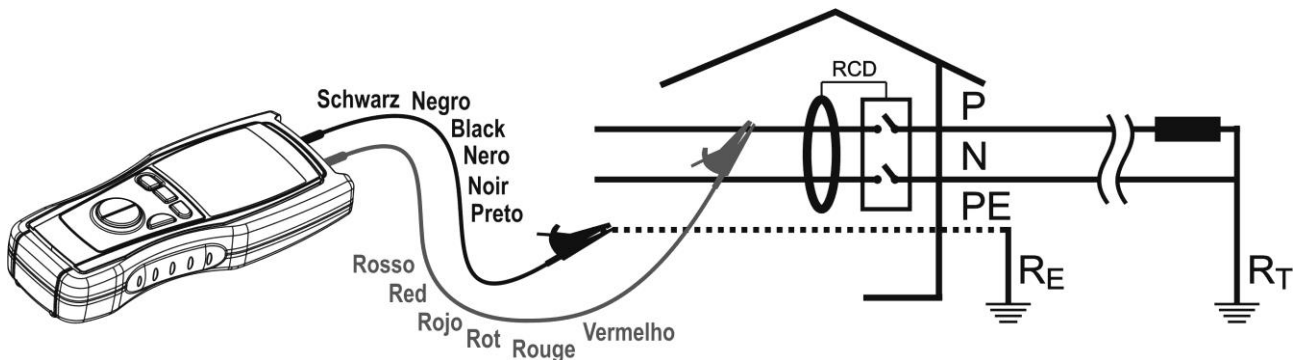

Fig. 8: Connessione dei terminali dello strumento in prova  $M\Omega$
6. Collegare i terminali dello strumento ai capi dei conduttori dei quali si desidera misurare l'isolamento reciproco (vedere Fig. 8)